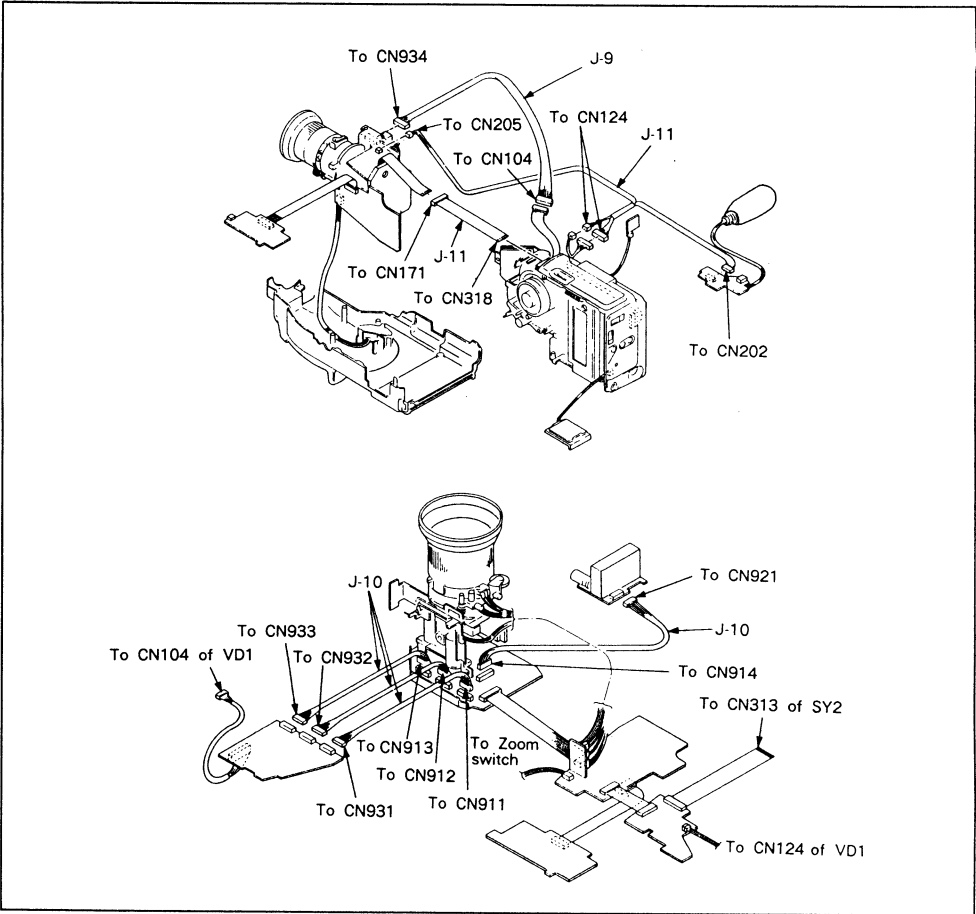

Abb. 1.2
- 2) Bauen Sie den Camera-Teil und das Farb-Sichtgerät wie in Abb. 1.2 gezeigt auf.